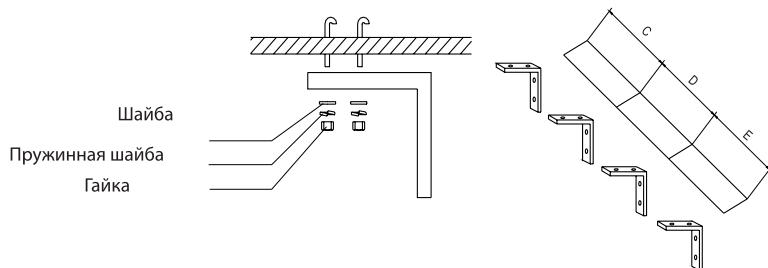

Рис. 8 – Крепление завесы к потолку
- 7.3 При установке завесы на потолке используются специально изготовленные кронштейны (приобретаются потребителем) (Рис.8).